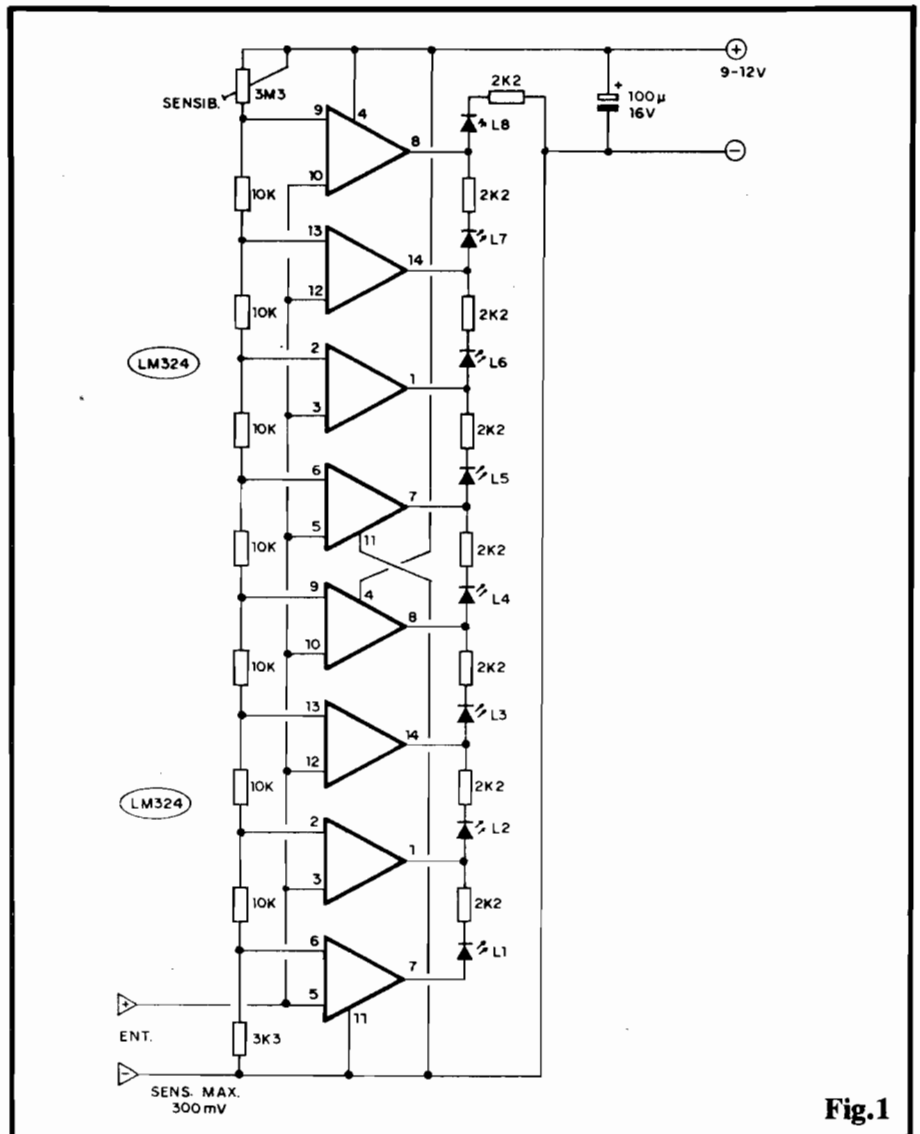

Fig.1
- FIG. 1 - O CIRCUITO - Os oito Amplificadores Operacionais contidos nos dois Integrados LM324 foram simplesmente escalonados em comparadores de Tensão, monitorando as "vantagens" presentes nos "degraus" de um "totem" de resistores de idêntico valor (10K), que funcionam como divisores progressivos de Tensão... Essa monitoração é feita via Entrada Inversoras dos comparadores... Já as Entradas não Inversoras, todas juntas, recebem a Tensão externa a ser medida (comparada) em função dos "degraus" de referência... Notem ainda que os resistores extremos da "pilha" divisora, **trim-pot** de 3M3 ao alto e fixo de 3K3 em baixo, determinam as sensibilidades (alcances) mínima e máxima do conjunto, ajustável à vontade, em ampla gama, através do mencionado **trim-pot**.. As saídas dos oito comparadores foram aplicadas aos respectivos LEDs indicadores, de forma um pouco inusitada, ou seja: também em "escala", e não diretamente... Com isso, conseguimos substancial economia de Corrente, já que o **display** funciona no modo "ponto" e não no modo "barra", ou seja: acende apenas o LED "da vez", e não todos, desde o primeiro da barra até aquele que indica a momentânea grandeza medida... Um capacitor eletrolítico de 100u desacopla a alimentação que - como já foi dito - pode situar-se entre 9 e 12V, sem problemas... Na verdade, até 18 ou 20 volts poderiam ser usados para energizar o circuito, já que os maiores "puxadores" de Corrente, os LEDs, estão protegidos por resistores não muito baixos (2K2 cada...).